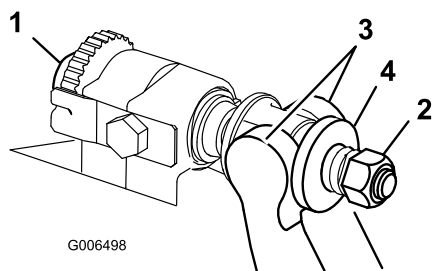

Figura 25
1. Ruotate le viti di regolazione della barra di appoggio in senso antiorario per allontanare la controlama dal cilindro (Figura 25).
2. Allentate il dado di tensione della molla, finché la rondella non sarà più in tensione contro la barra di appoggio (Figura 25).